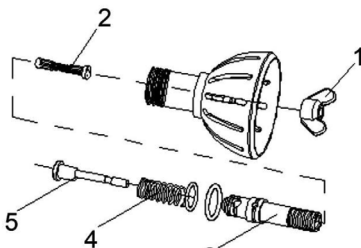

Рис. 5
- Извлеките цилиндр распылителя (3) с поршнем (5), пружиной (4) и клапаном (2), рис. 5.